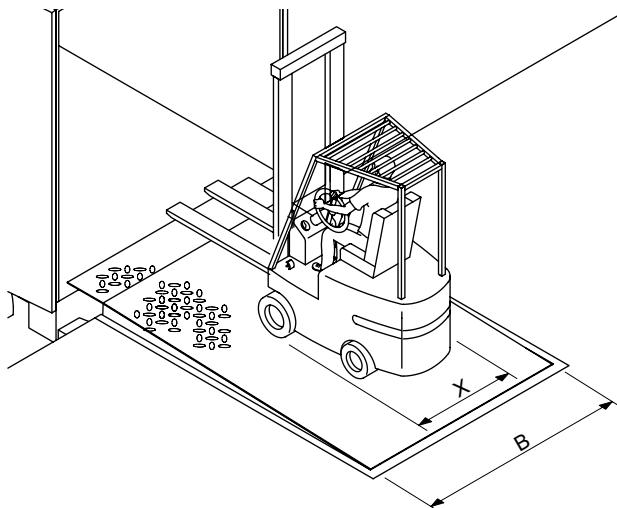

Рис. 3. Ограничения по эксплуатации погрузочных средств
- Не превышайте максимальную нагрузку на платформу (указанную в паспорте изделия) 60 кН или 100 кН в случае выбора дополнительной опции «Динамическая нагрузка 10 тонн». Максимальная нагрузка соответствует сумме веса погрузчика, весов перевозимого груза и водителя. Разрешается использование погрузочного оборудования (погрузчики, электрические тележки, гидравлические ручные тележки и т. п.), у которого максимальная ширина расположения колес **X** меньше ширины платформы **B** как минимум на 700 мм (рис. 3). При этом контактные поверхности небольшого размера у небольших и жестких колес могут вызвать серьезные деформации платформ, не рассчитанных на такие нагрузки. Подобная деформация (колея) является допустимой в соответствии с указанными в стандарте EN 1398 предельно-допустимыми значениями.